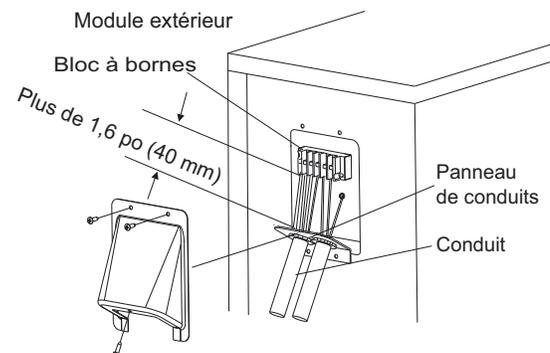

Figure 10 – Câblage sur place
5. Raccordez la conduite au panneau de conduites (voir la figure 10).